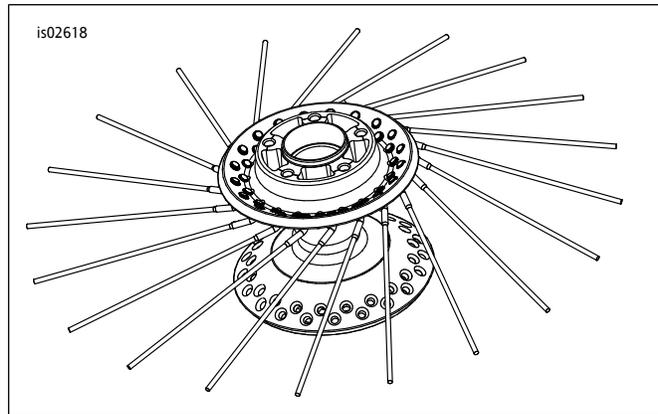

图4。在轮毂上安装外侧辐条
1. 参见图4。将轮毂置于工作台上，使加工槽侧朝上。将辐条插入外侧排的每个孔中，如图所示。顺时针倾斜辐条。
3. 参见图4。使用任何外侧排辐条，将第一根辐条插入轮圈中心线上半部分阀杆孔左侧的轮圈孔。组装辐条螺纹接头，但不要拧紧。